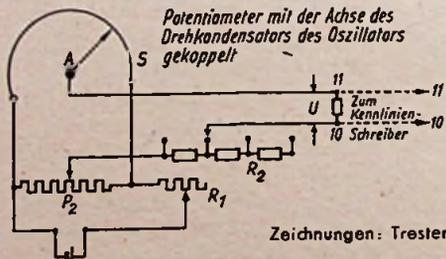

Abb. 3. Anordnung zur Winkelübertragung auf den Kennlinienschreiber
nung u erfolgt nach der in Abb. 3 schematisch gezeigten Anordnung: Von einem auf einer Fertinaxscheibe aufgespannten Schleifdraht (S) wird mittels eines Abnahmekontaktes A eine Spannung abgenommen, die proportional der Stellung dieses Kontakthebels ist. Die Achse des Kontakthebels A ist mit der Achse des Drehkondensators (C1 in Abb. 1a) fest verbunden. Damit wird die durch A vom Schleifdraht S abgenommene Spannung
proportional dem Drehwinkel des frequenzbestimmenden Kondensators. Die abgenommene Spannung wird mittels der vertikalen Drehspule (Klemmen 10 und 11 in Abb. 3 und 2) des Kennlinienschreibers gemessen. Zur Einstellung des Nullpunktes und der Empfindlichkeit dienen das Potentiometer P2 und die Widerstände R1 und R2. Hiermit läßt sich die Empfindlichkeit des Kennlinienschreibers so einstellen, daß die volle Aussteuerung des Schirms entweder bei 180° oder, bei höchster Empfindlichkeit, schon bei ca. 2° des Kondensatordrehwinkels erfolgt. Diese hohe Empfindlichkeit, durch die 2° auf 20 cm auseinandergezogen werden, stellt an den Stromabnehmer (A in Abb. 3) höchste Anforderungen in bezug auf Spielfreiheit, die durch eine Spezialkonstruktion erreicht wurde.
Bei der Reihenschaltung führen wir dem Kreis über die Klemmen 1 u. 4 (Abb. 1c) eine meßbare Spannung, wir wollen sie EMK  $\mathcal{E}$  nennen, zu und messen die Kondensatorspannung zwischen den Klemmen 1 u. 7 mit Hilfe des Röhrenvoltmeters. Die EMK und Empfindlichkeit des Röhrenvoltmeters werden so eingestellt, daß die Ordinaten des Kennlinienschirms genügend ausgesteuert werden. Der Nullpunkt und die Empfindlichkeit des Abszisseninstruments werden mit Hilfe der Widerstände P2, R1 und R2 (Abb. 3) so gewählt, daß die Resonanz-